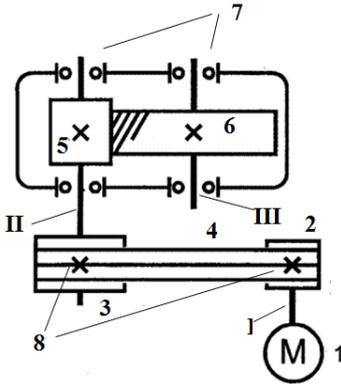

Рисунок 29
1. Кинематическая схема привода (рисунок 29):